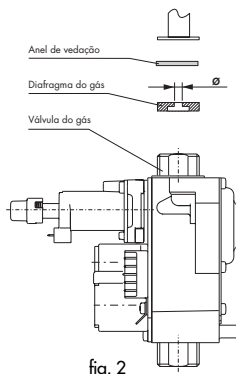

fig. 2
- Inserir o diafragma do gas (fig. 2)